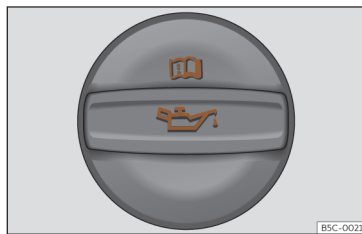

Fig. 237 Tampa do bocal de enchimento do óleo do motor no compartimento do motor.
- Localize o bocal de enchimento do óleo do motor. Reconhece-se pelo símbolo que existe sobre a tampa >>> **Fig. 237.**
- Desenrosque a tampa do bocal de enchimento do óleo do motor >>> **Fig. 237.**